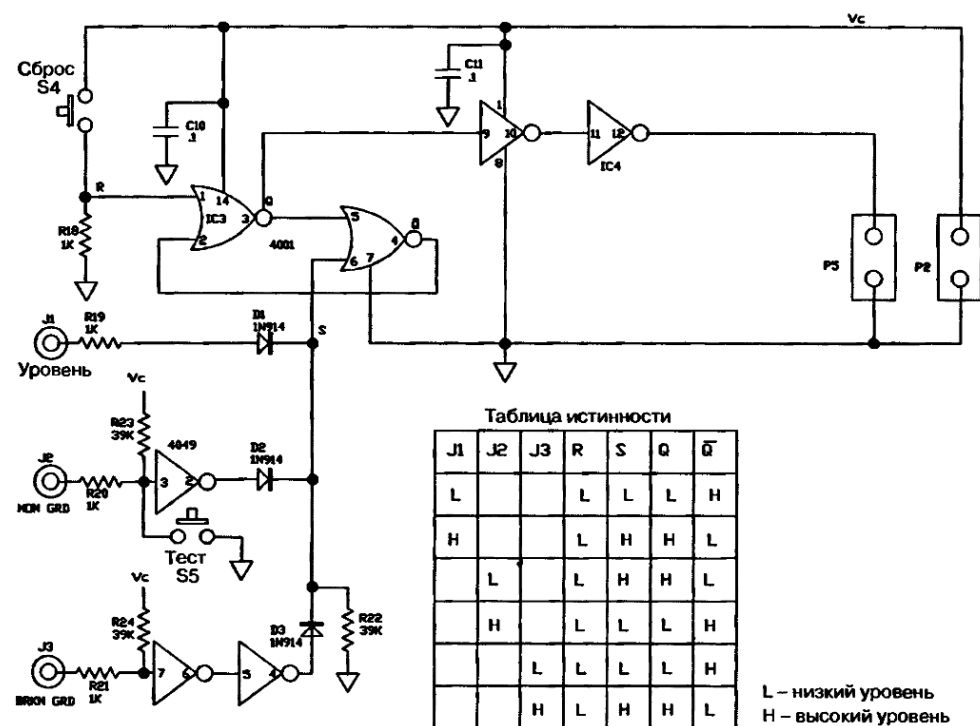
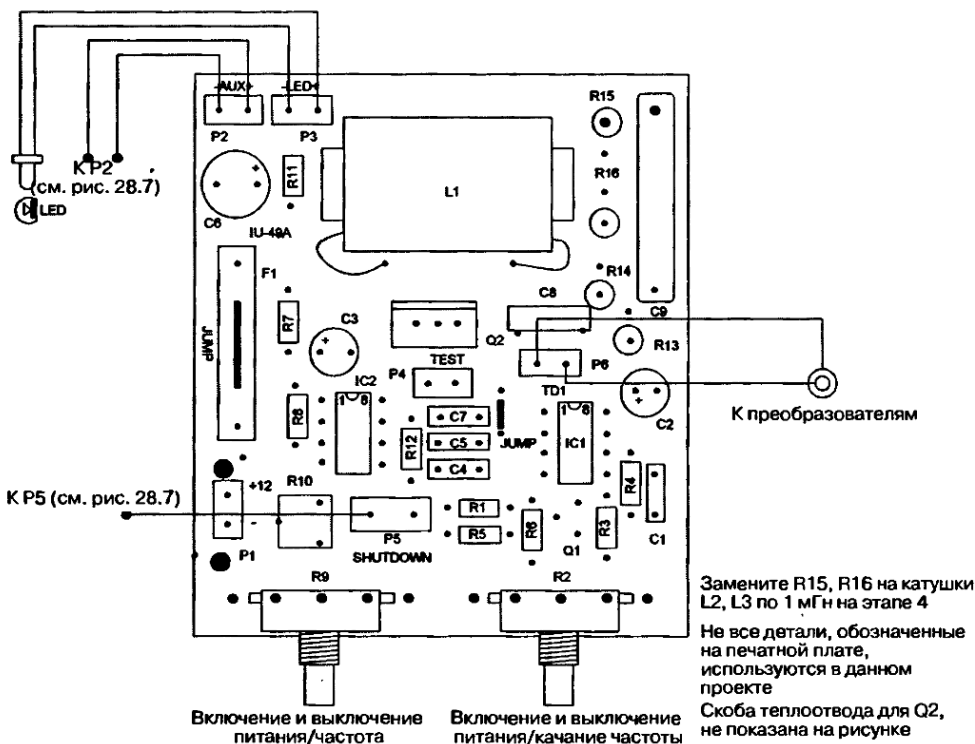

Рис. 28.3. Схема обнаружения
Рис. 28.4. Печатная плата PCB и первый уровень соединений
Схема обнаружения состоит из входов J1, J2, J3, которые контролируют вторжение и подают питание на штеккер P5, включая таймер IC2. Переключатель S4 позволяет сбросить схему в исходное состояние. Тестовым переключателем S5 проводятся предварительные испытания работы системы. Работа схемы обнаружения, подключение разъемов и таблица истинности показаны на рис. 28.3.
1. Разложите и идентифицируйте все детали и элементы сборочной платы (рис. 28.4), сенсорной платы (см. рис. 28.3) и остальные детали для окончательной сборки.
4. Соберите печатную плату (см. рис. 28.4). При сборке в первую очередь обратите внимание на полярность электролитических конденсаторов, диодов, правильность установки транзисторов, интегральных микросхем.
Обратите также внимание на две проволочные перемычки. Будьте внимательны, чтобы не образовывались мосты из припоя на металлизации медной фольгой печатной платы PCB, поскольку это может вывести из строя компоненты схемы. Присоедините около 15 см провода к установленным на передней и задней панели элементам, как показано на рис. 28.4 и 28.5. Обратите внимание, что большинство резисторов устанавливаются вертикально для увеличения плотности монтажа. Всегда оставляйте зазор по меньшей мере в 0,16 см между корпусом элемента и платой. Опытные радиолюбители могут использовать монтажную плату с перфорацией отверстий. При размещении элементов и выполнении соединений ориентируйтесь на схему (см. рис. 28.4). Выводы компонентов, задействованные по принципиальной схеме, будут использоваться для соединений. Пока не отрезайте их, а загните, чтобы исключить выпадение
4. Установите печатные платы на шасси, необходимые элементы на панелях (см. рис. 28.4 и 28.5). Скрутите провода и разместите их, как показано. Используйте небольшие куски клейкой ленты для фиксации проводов.